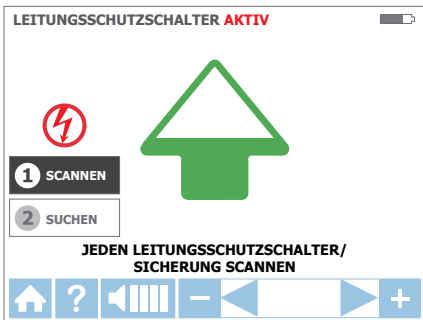

Abbildung 3.3c: SCANNEN-Modus
1. Das Gerät startet automatisch im 1 SCANNEN-Modus (Abbildung 3.3c).